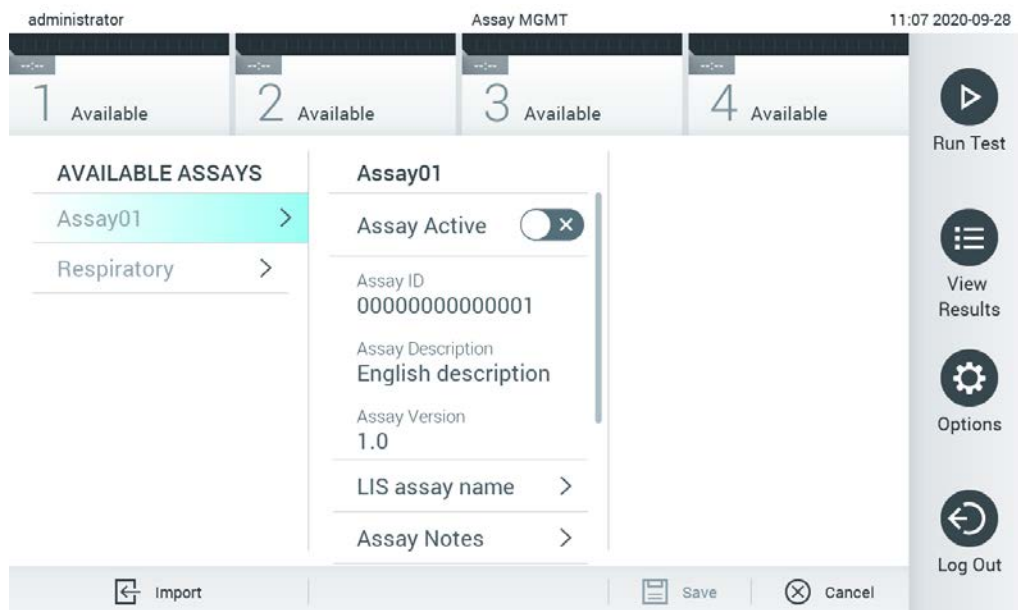

Figure 60. Écran Assay management (Gestion des dosages).
2. Pour importer le(s) nouveau(x) dosage(s) dans le QIAstat-Dx Analyzer 1.0, appuyez sur le bouton Options (Options) puis le bouton Assay Management (Gestion des dosages). L'écran Assay Management (Gestion des dosages) s'ouvre dans la zone de contenu de l'affichage (figure 60).